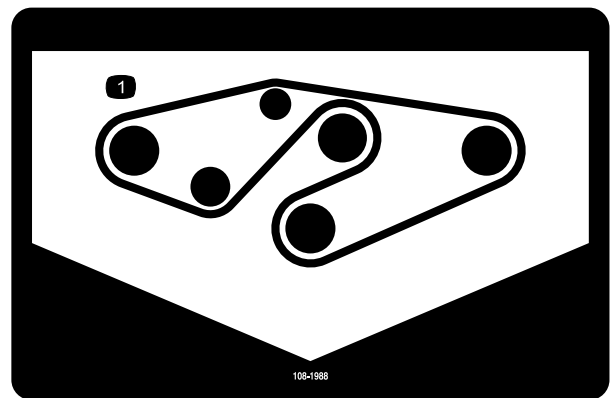

Figure 32
4. Acheminez la courroie neuve autour des poulies d'axe et de l'ensemble poulie de tension, comme indiqué à la Figure 32.